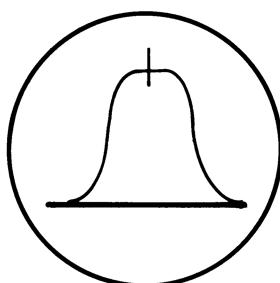

Abb. 3
- Fl. 1 und 2 auf Maximum und beste Symmetrie der Durchlaßkurve abgleichen (siehe Abb. 3).
- Align Fl. 1 and 2 for maximum and best symmetry of response curve (See Fig. 3).